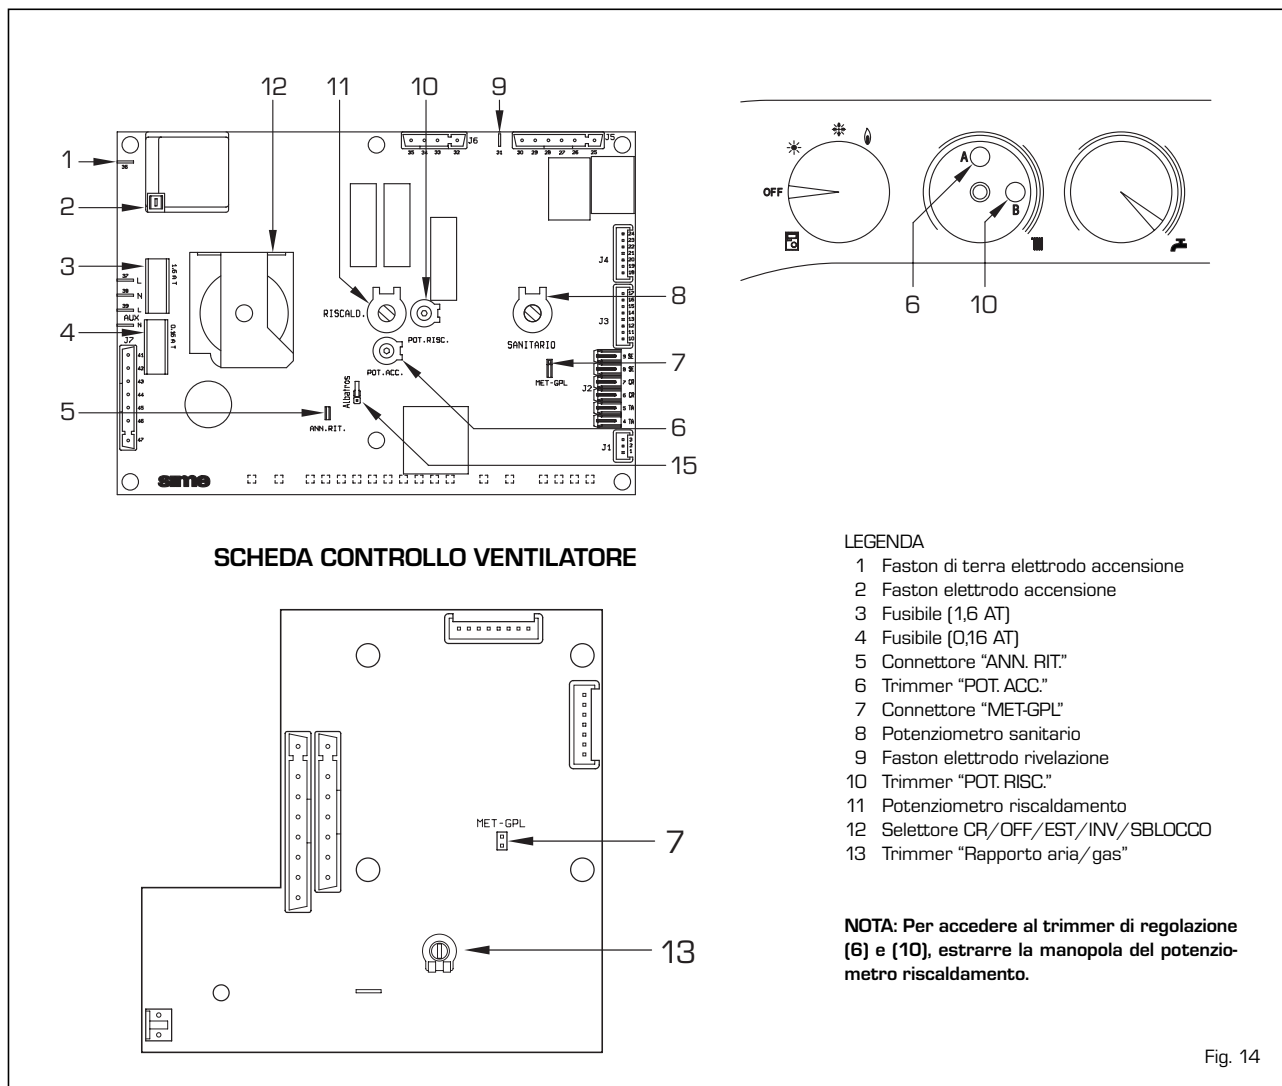

Fig. 14
- **Trimmer "POT. RISC."** (10 fig. 14)
- **Trimmer "POT. ACC."** (6 fig. 14)
- **Connettore "MET-GPL"** (7 fig. 14)
- **Connettore "ANN. RIT."** (5 fig. 14)
- Trimmer "Rapporto aria/gas" (13 fig. 14) Imposta l'inizio di modulazione dell'aria in funzione della corrente erogata al modulatore. Deve essere tarato in caso di sostituzione della valvola gas, in caso di conversione gas metano/propano o nel caso di sostituzione della scheda di regolazione controllo ventilatore. Per la taratura vedere il punto 4.3.2.